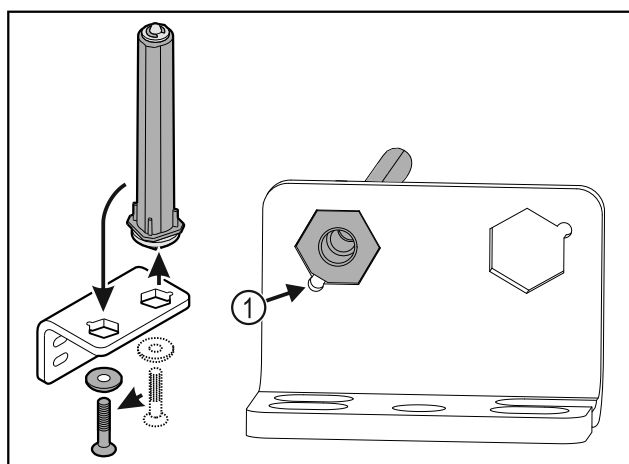

Fig. 38
- ▶ Zwrócić uwagę, aby podczas wkładania ścięcie sworznia Fig. 38 (1) było skierowane na okrągły otwór.